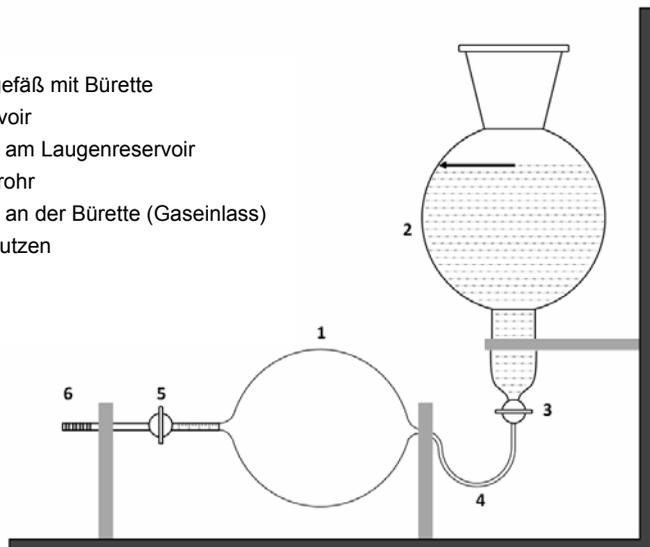

Abbildung 4: Geratstellung bei Befullung mit Lauge
- Probenhahne schlieen und Reservoir bis zur Markierung mit Lauge fullen (vgl. Abbildung 4)